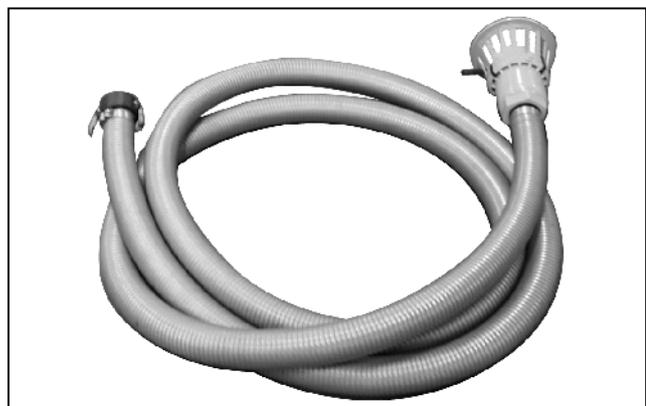

Fig. 10.5
- 2 Saugschlauch 3" (8m), Best.-Nr. 924459 (Fig. 10.5)